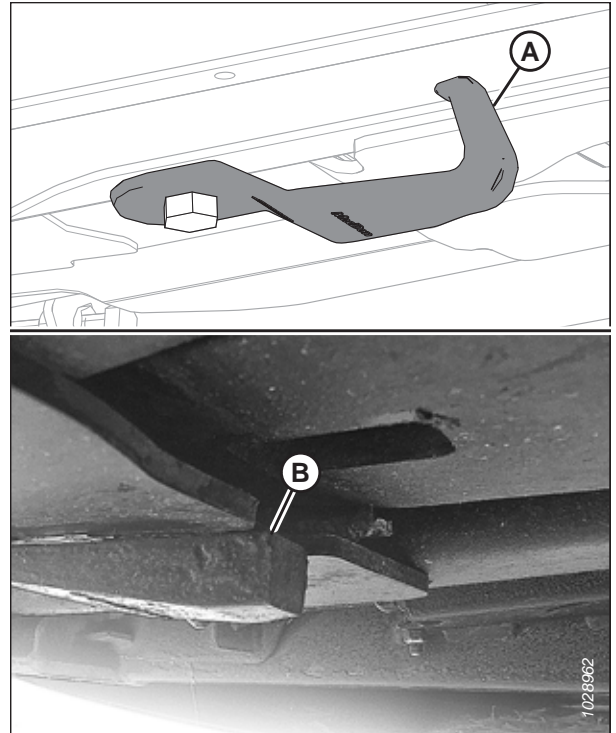

Figura 4.233: Cârligele port-lamelei
Figura 4.233, pagina 419 prezintă un cârlig port-lamele nedeteriorat (A) și un cârlig port-lamele deteriorat (B). Nu este prezentat un cârlig port-lamelele întins.